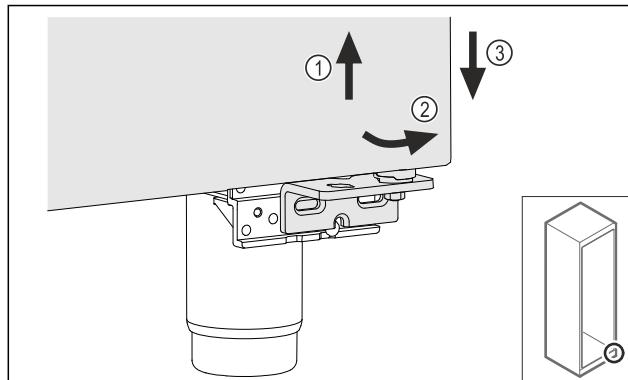

Fig. 11
- ▶ 将门稍微抬起 Fig. 11 (1)，底部向前倾斜 Fig. 11 (2) 并放下 Fig. 11 (3)。